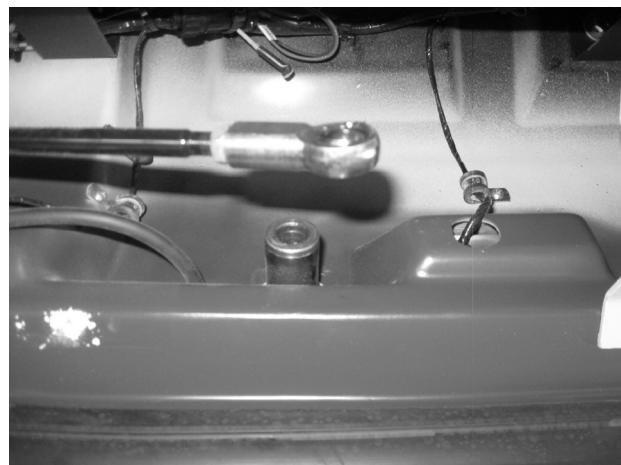

FIGURE 4
7. Retirer l'agrafe à ressort et les rondelles afin de séparer l'embout à rotule de la tringle de l'axe de pivot droit (côté trottoir) (Figure 4).